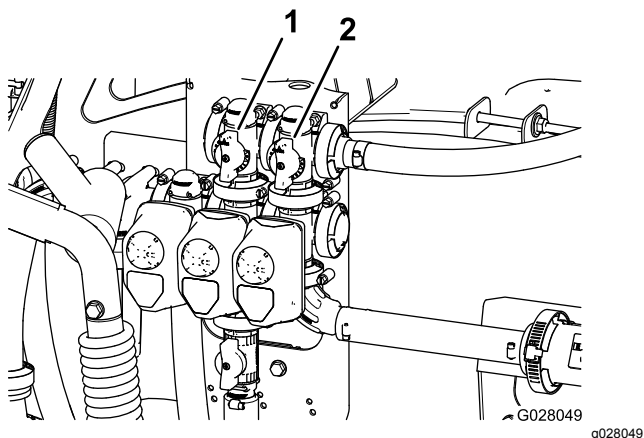

Рисунок 24
11. Отрегулируйте перепускной клапан перемешивания (**Рисунок 24**) на задней стороне клапана перемешивания таким образом, чтобы показание давления по манометру составило 6,9 бара.
9. С помощью ручки главного перепуска секций отрегулируйте интенсивность перемешивания в баке (**Рисунок 24**).